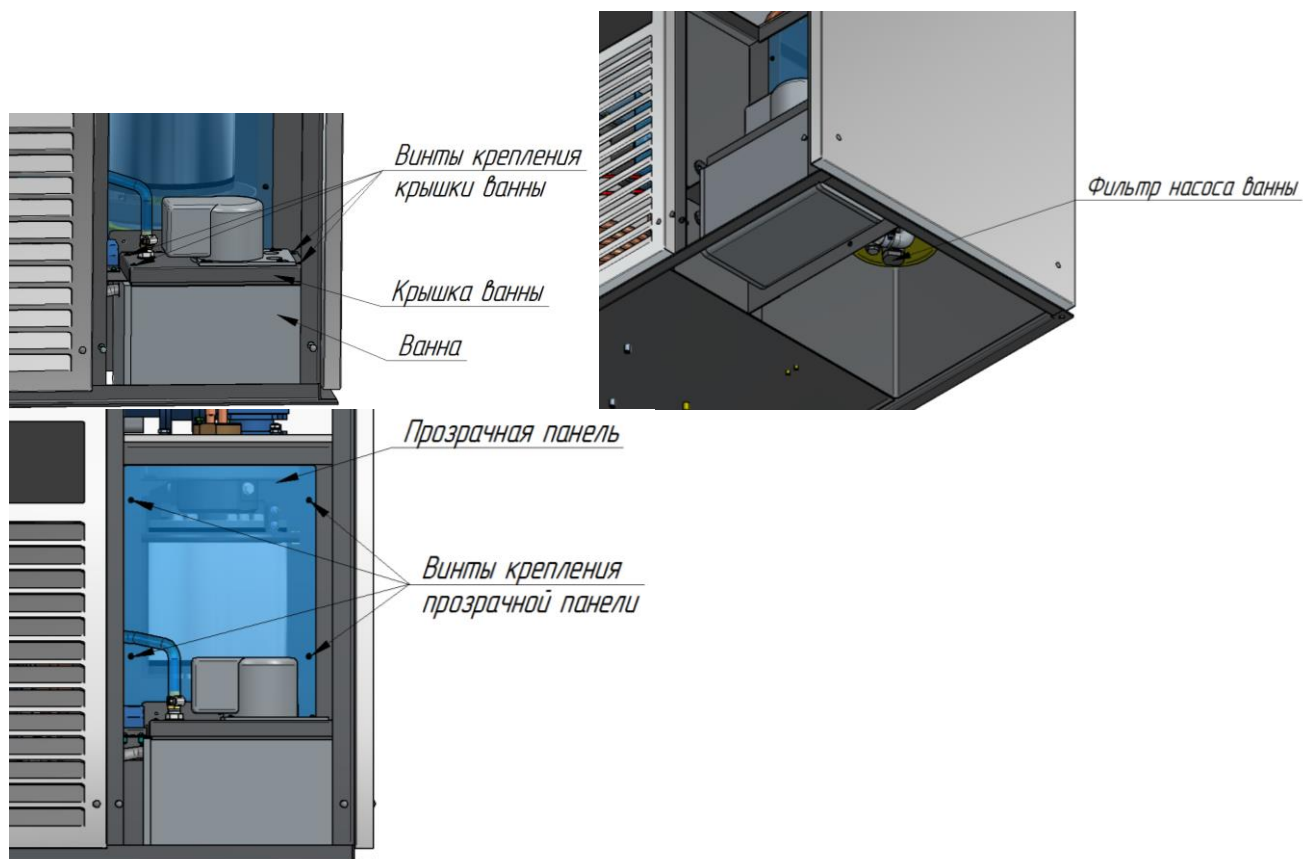

Рис. 6 Расположение крышки ванны, фильтра насоса и прозрачной панели.
- снять крышку ванны, удалив четыре винта (рис. 6);
- снять фильтр насоса ванны, открутив предварительно гайку корпуса фильтра (рис.6);
- снять прозрачную панель, удалив четыре винта (рис.6);
Смотровая панель на рис.6 не показана.
- снять фильтр ванны, открутив предварительно гайку корпуса фильтра (рис.6);